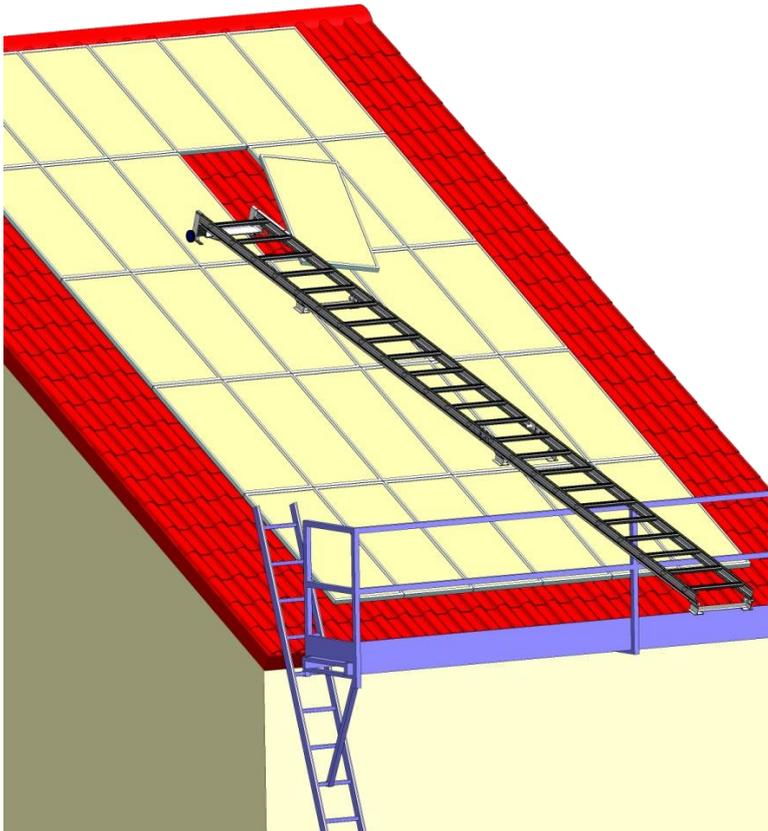
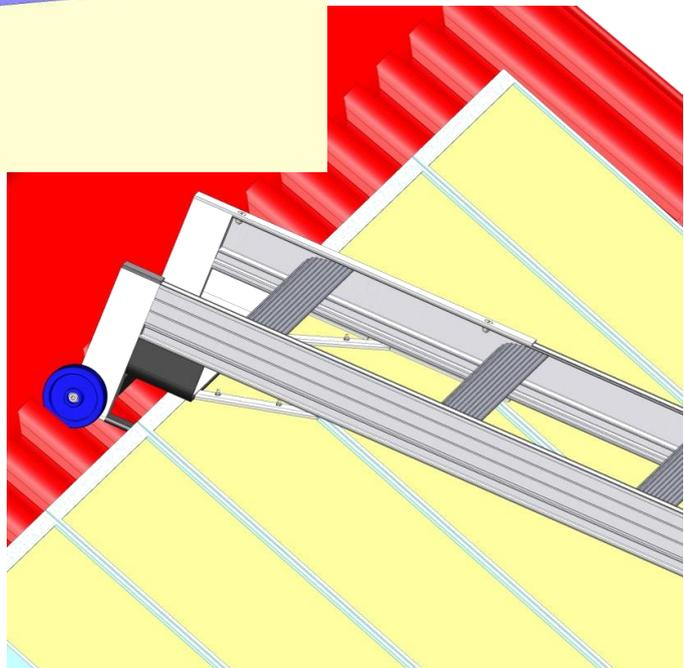

Abbildung 1
Abbildung 2
Bei der SOLARDACHLEITER handelt es sich um einen Hilfs-Aufstieg zur Reinigung, Wartung und Reparatur von Solarmodulen. Die Solarmodule müssen über der Dachfläche montiert und ausreichend tragfähig sein. Die Solarmodule müssen in einer Ebene liegen. Die Neigung der Solarmodule darf max. 70° betragen. Es muss gewährleistet sein, dass die Haken der SOLARDACHLEITER am oberen Ende des Kopfteils (Art.: 695) sicher eingehängt werden können (s. Abbildung 1). Ausserdem muss sichergestellt sein, dass das Solarmodul in das die SOLARDACHLEITER eingehängt wird zum einen sicher an der Unterkonstruktion der Solaranlage befestigt ist, zum anderen die Last der SOLARDACHLEITER aufnehmen kann.
**GEFAHR !:** Diese Arbeiten von einem sicheren Standplatz (eventuell Gerüst) aus durchführen. Die (gereinigten) Rollen des SOLARLEITER-Kopfteils auf das Solarmodul aufsetzen (s. Abbildung 1). SOLARLEITER bis über Oberkante (s. Abbildung 2) des obersten Solarmoduls schieben. Solarleiter auf die (gereinigten) Auflageschlitten absetzen. Solarleiter etwas nach unten ziehen, bis die Haken des Kopfteiles sicher anliegen.